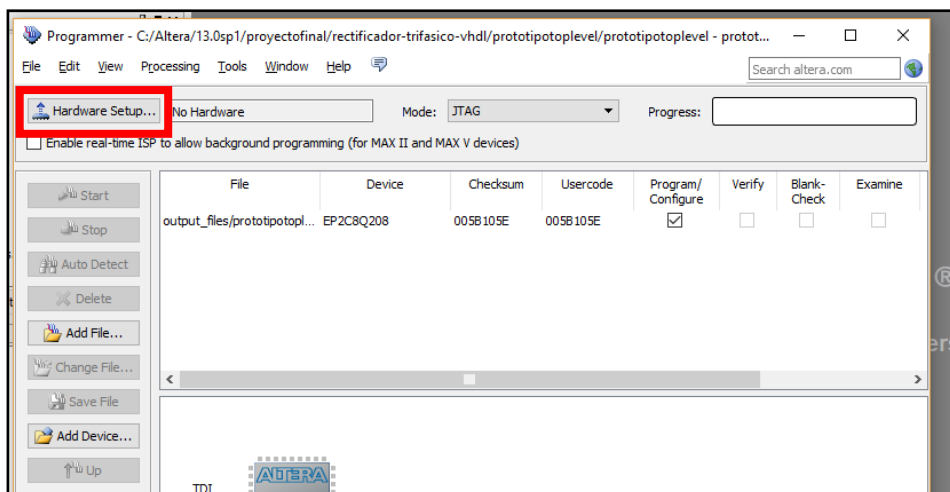

Figura 16: Botón de Start en la ventana emergente para la programación
- 6) En caso de que la FPGA no haya sido detectada aun por el software (botón “Start” inhabilitado), hay que dirigirse al botón “Hardware Setup...” en la misma ventana, como se ve en la Figura 16.